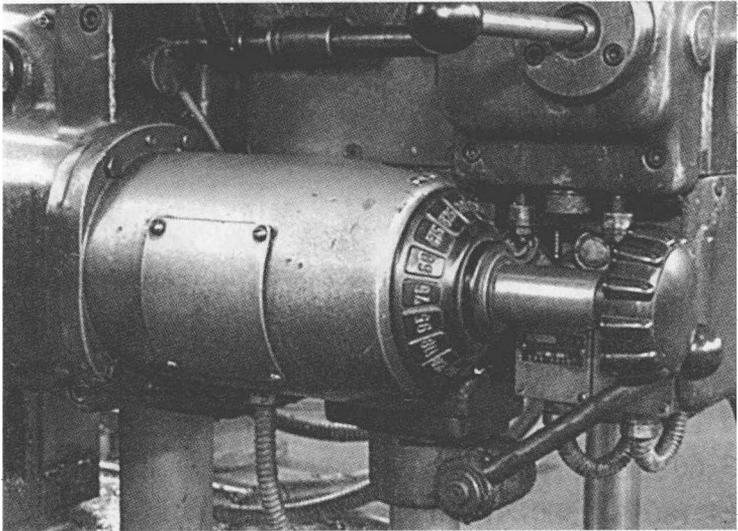

图 1-14 进给变速机构
(9)进给变速机构 位于升降台下部,用来调整和变换工作台的进给速度,如图 1-14 所示。其纵向、横向进给量有 23.5、30、37.5、47.5、60、73、93、118、130、190、233、300、373、473、600、730、930 和 1 180mm/min 共 18 级。垂直方向进给量为纵、横进给量的 $1/3$,其变速范围为 8 ~ 393mm/min。